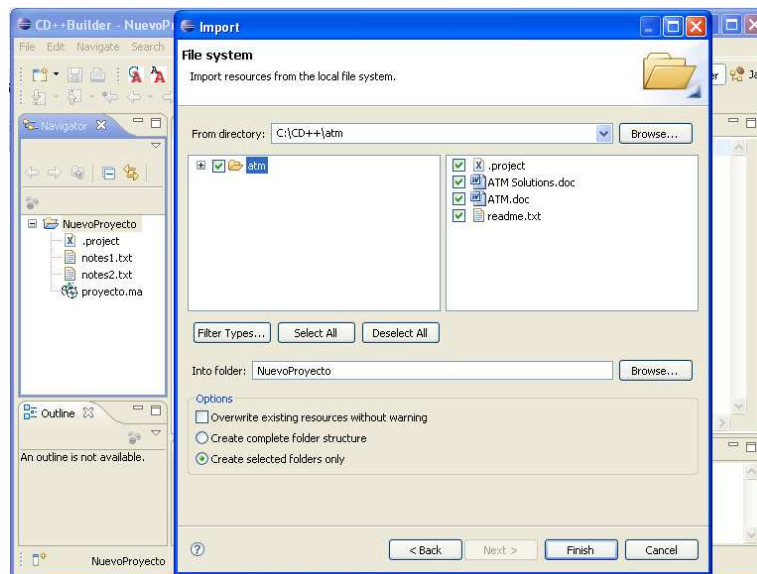

Figura 2.8 Creación de un Proyecto en CD++. Paso 4.
4. Para importar archivos al proyecto hay que seleccionarlo, hacer click en el botón derecho del ratón y pulsar *Import*. En la ventana abrir la carpeta *General* y seleccionar *File System* (o *Archive File* en el caso de que se trate de un archivo comprimido), pulsar *Next*. Pulsar *Browse* de la ventana *From directory*, buscar el paquete, que será una carpeta, donde lo tengamos guardado, seleccionarlo y *Aceptar*. Si se quiere importar todas las clases del paquete, se debe señalar la carpeta que ha aparecido en la ventana izquierda y *Finish*. Si solamente se desea importar algunas de las clases pero no todas, se señalan en la ventana derecha y *Finish*. Ver Figura 2.8.